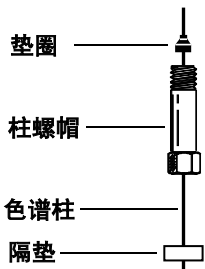

图 9 安装色谱柱接头
- 1 把隔垫、毛细管柱螺母和垫圈安装于柱端。如图 9 所示。